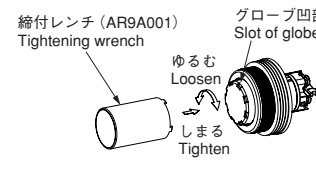

図3 Fig.3
(1) グローブの凹部に締付レンチ(AR9A001)の先端をかみ合わせ、回転させて取付け・取外しを行ってください。(図3)
(2) 締付トルク 0.3~0.5 N・m
(1) Push the tip of the tightening wrench (AR9A001) against the lens slot and turn the lens for attaching or removing. (See Fig.3)
(2) Tightening torque 0.3 to 0.5 N・m.